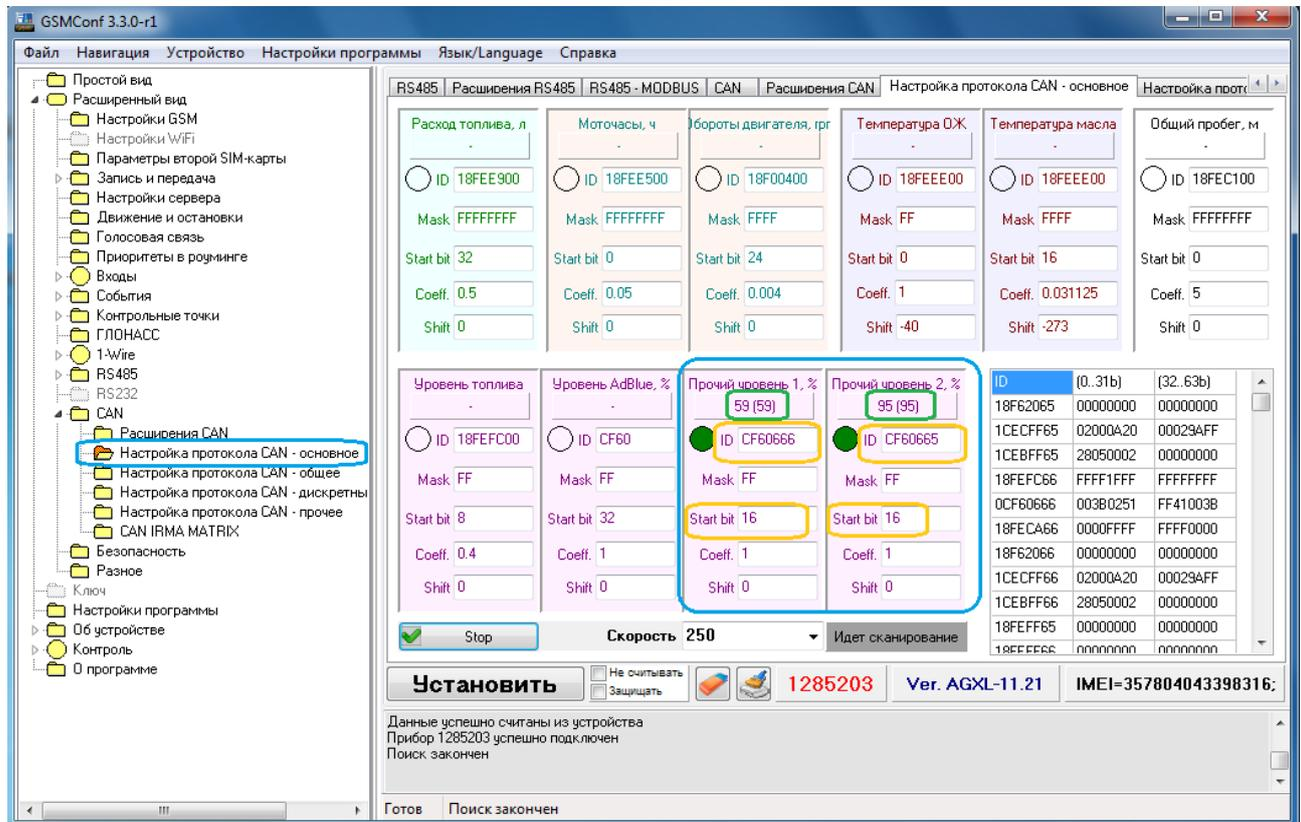

Рисунок 16
(Рис. 16):
5.1. При ручной настройке протокола CAN в сервисной программе GSMConf 3.3.0-r1 информацию с датчиков можно снимать в литрах, что дает возможность получить гораздо более точные данные с большим разрешением (чувствительностью). Для этого настройки нужно сделать, как на скриншоте (Рис. 16):